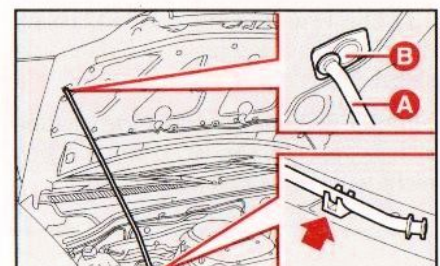

Abb. 135
3) Die Motorhaube anheben und gleichzeitig die Stützstange **A**, **Abb. 135** aus ihrer Halterung nehmen und deren Ende in die Aufnahme **B** an der Motorhaube einstecken.
1) Die Motorhaube mit der einen Hand festhalten und mit der anderen die Stützstange **A**, **Abb. 135** aus der Aufnahme **B** nehmen und sie in ihrer Halterung arretieren.